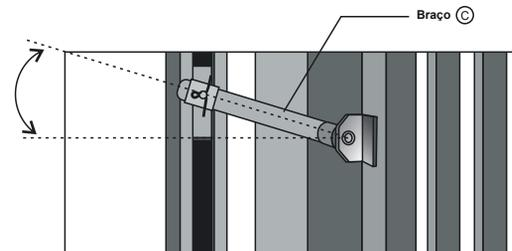

Figura 5
Passo 4: Com o portão fechado, montar o Braço (C) para ver o comprimento em que deverá ser cortado observando o ângulo, conforme mostra a figura 5;